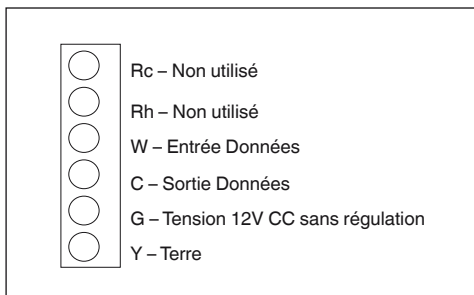

Fig. 3 - Identification des bornes
8. Accoupler et brancher les fils de l'équipement aux bornes des plaques à bornes (voir Fig. 3). Voir schéma électrique pour plus de détails.